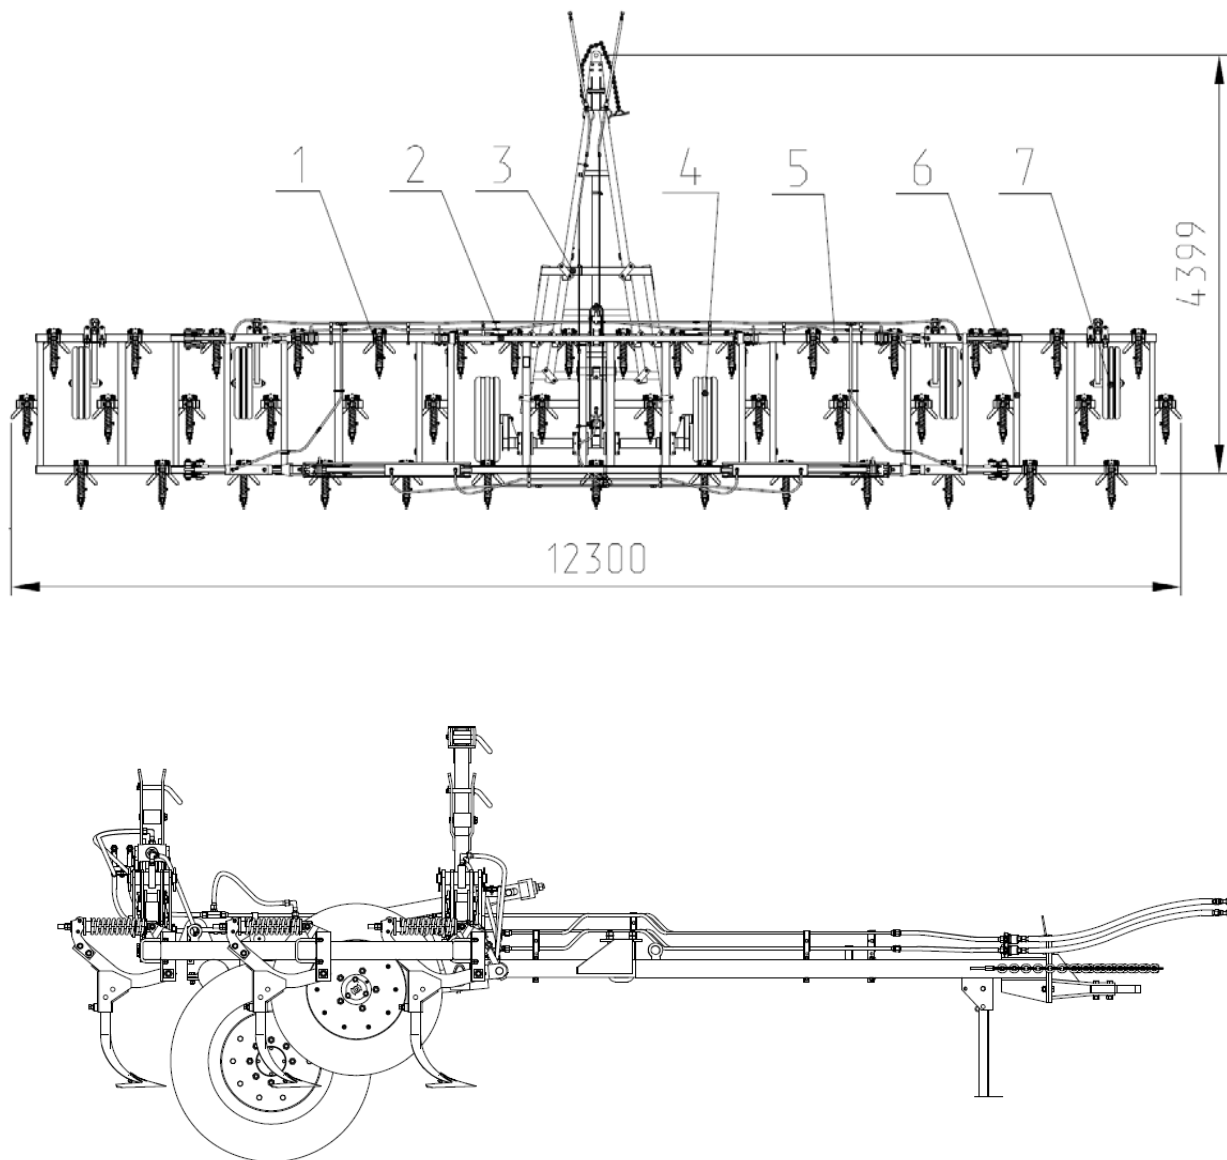

Рис.1 Общий вид. Культиватор КСП-12
2.1 Культиватор (Рис.1,1-1) представляет широкозахватную прицепную машину с шарнирно-секционной рамой, с трехрядным расположением рабочих органов 1.
Рис.1а Расположение центр масс КСП-12.
2.2 Культиватор (Рис.1, 1-1) агрегатируется за прицепное устройство трактора посредством снорца 3, на пневматических шинах колесной пары 4.